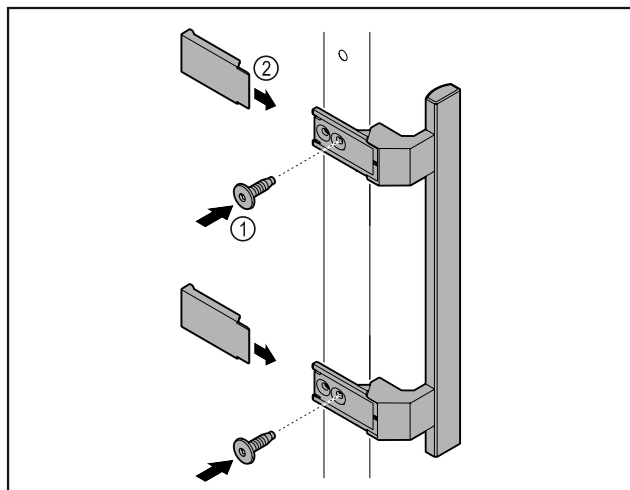

Fig. 5
- ▶ Madlo z příloženého příslušenství upevněte na dveře pomocí příložených šroubů Fig. 5 (1).
- ▶ Nasadte kryt Fig. 5 (2).